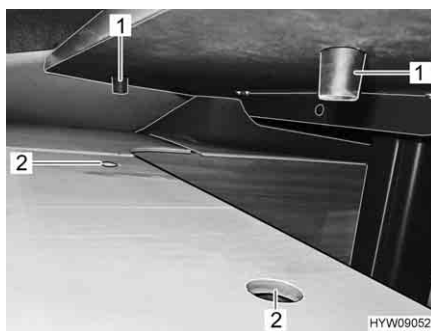

Fig. 60 Fissaggio del piano del tavolo
- Inserire i perni (Fig. 60,1) sul lato inferiore del tavolo nelle rientranze (Fig. 60,2) dello sportello del sedile.